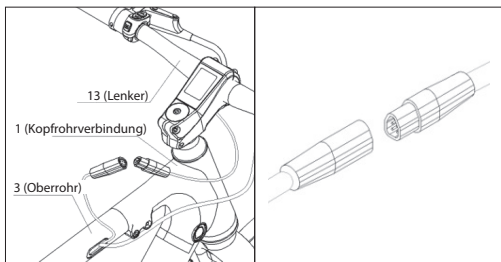
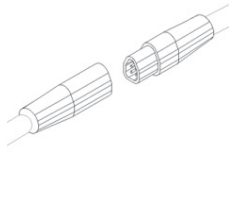

Abbildung 2-1
Abbildung 2-2
- Schließen Sie das Display-Sensorkabel an, wie in **Abbildung 2-1** und **Abbildung 2-2** gezeigt.